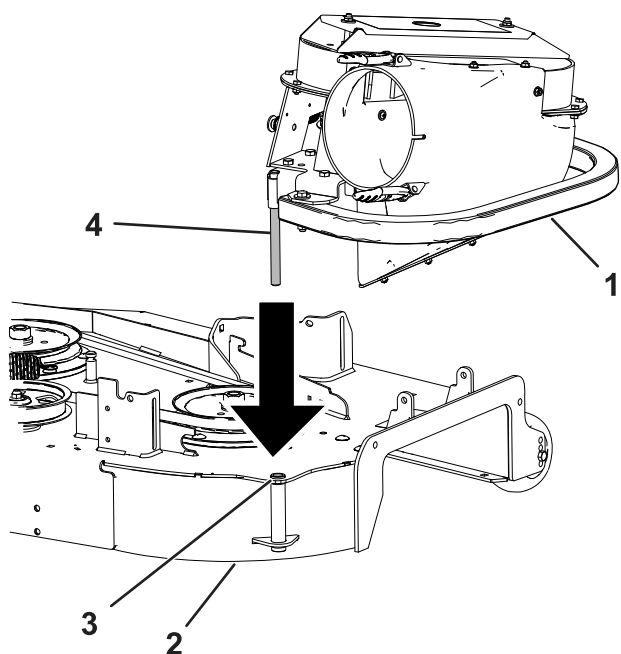

Figura 30
1. Alinee el pivote del soplador con el orificio de la carcasa de corte (Figura 30).
2. Baje el soplador e introduzca el pivote en el orificio (Figura 30).